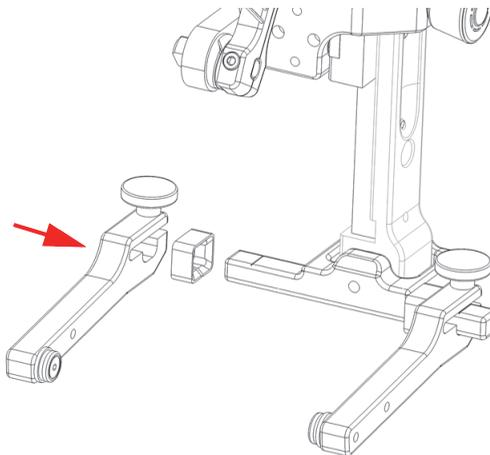

Figure 2-16 Réinstallation des bras de la fourche
3. Réinstallez les bras de la fourche sur l'axe rotatif et fixez-les en place en vissant les vis de serrage (Figure 2-16 à la page 52).